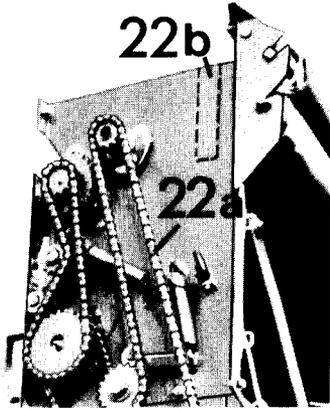

Abbildung 22
2. Antriebskette (Abb. 22 a) abnehmen, damit die Verteilerschnecke nicht mitläuft.
3. Mit Kunststoff-Schieber (Abb. 22 b) den Rücklauf schließen.
Bei geringen Mengen und kleinen Flächen ist es günstiger, direkt den Verteilerbehälter zu füllen. Hierbei muß natürlich auch erst wieder die Kette (Abb. 22 a) abgenommen und der Rücklauf (Abb. 22 b) geschlossen werden.